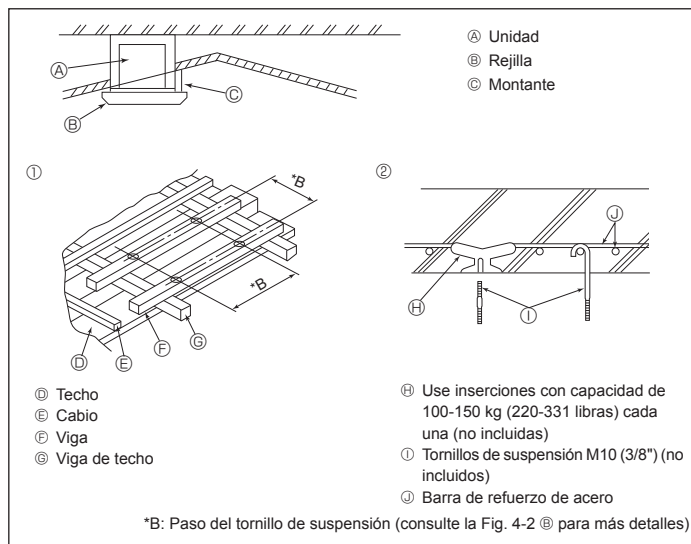
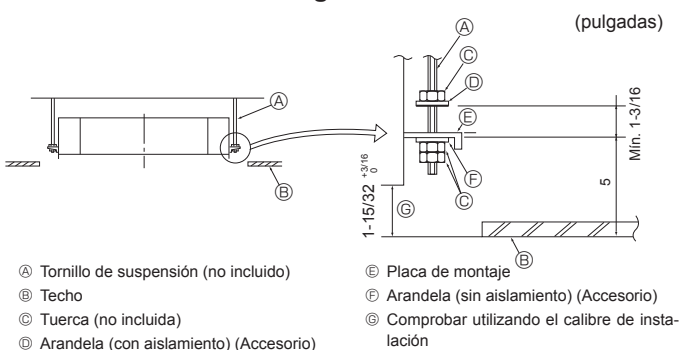

Fig. 4-4
Fig. 4-5
4.4. Estructura de suspensión (refuerzo de la estructura de suspensión) (Fig. 4-4)
- ① Estructuras de madera
- ② Estructuras de hormigón armado
4.5. Procedimientos de suspensión de la unidad (Fig. 4-5)